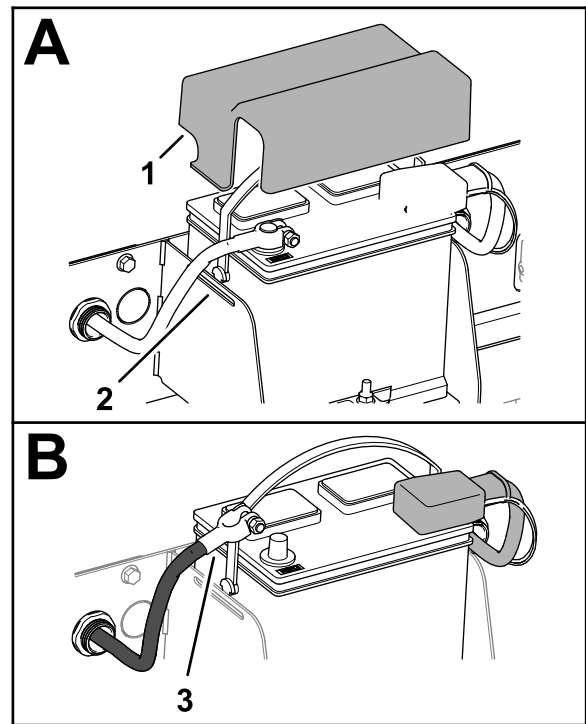

Figura 3
- Retire la pinza del cable del borne negativo de la batería (Figura 3).
- Presione las pestañas de la tapa de la batería para liberar la tapa de las ranuras en la bandeja de la batería y retire la tapa (Figura 3).